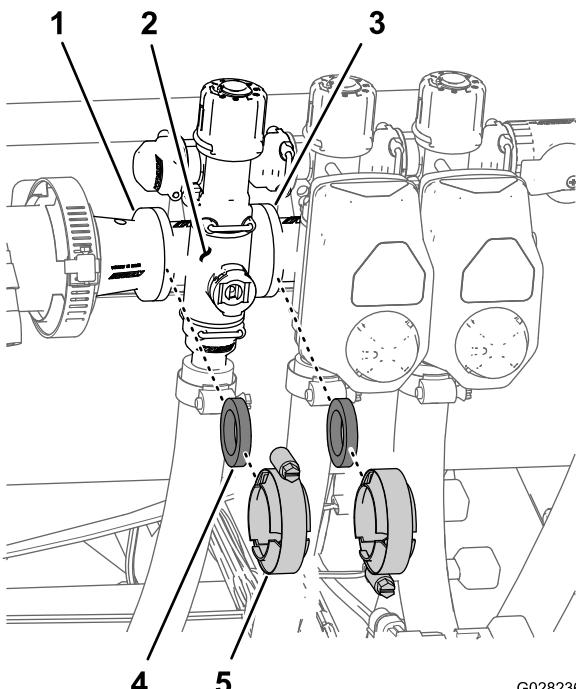

图114
1. 拆下将喷洒臂段阀歧管 图114 固定至相邻喷洒臂段阀如左喷洒臂段阀和异径管连接头的夹具和垫片。